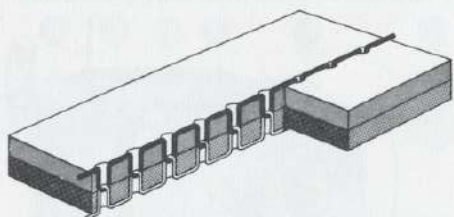

Abb. 17
1.1 Die gerade Steppstichnaht (Abb. 17)